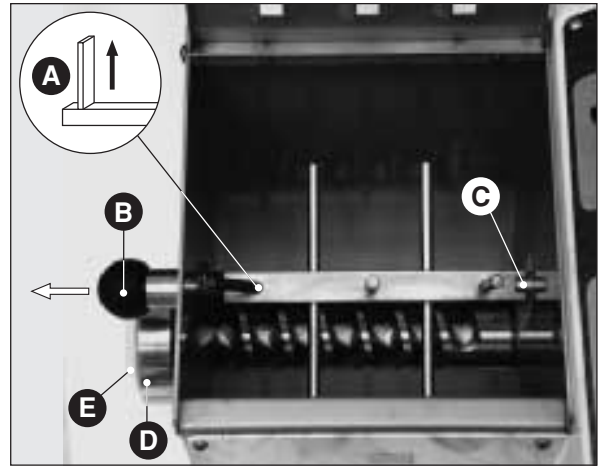

Fig. 13
- **Malaxeur:** s'assurer que la pale extérieure est en position verticale haute (**Fig. 13 A**) (on ne peut démonter la pièce que dans cette position). Démonter le malaxeur, tirer le pommeau (**Fig. 13 B**) jusqu'à ce que le malaxeur se déboîte; désengager l'arbre carré de son logement (**Fig. 13 C**) et tourner simultanément l'extrémité externe vers le haut. Pour le montage de la pièce, opérer dans le sens inverse en faisant attention à aligner le siège central de l'arbre avec le centreur du support mobile; puis relâcher le pommeau.
- **Douille (Fig. 13 D)** et **filière (Fig. 13 E)**: dévisser la douille à la main, en faisant attention dès que la douille sort de son logement à ne pas faire tomber les pièces (il ne faut pas se faire mal, ni endommager les pièces).
- **Vis de sélection (Fig. 13 F)**: une fois que la douille est démontée avec la filière, on peut extraire la vis de sélection facilement en la prenant par l'extrémité interne et en la poussant en-dehors de la spirale.